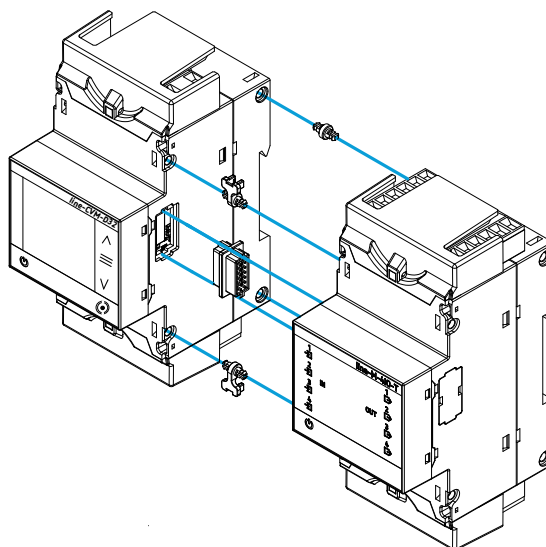

Figura 9: Instalación paso 2.
2.- Insertar en uno de los equipos el conector de expansión y los clips de sujeción (**Figura 9**).